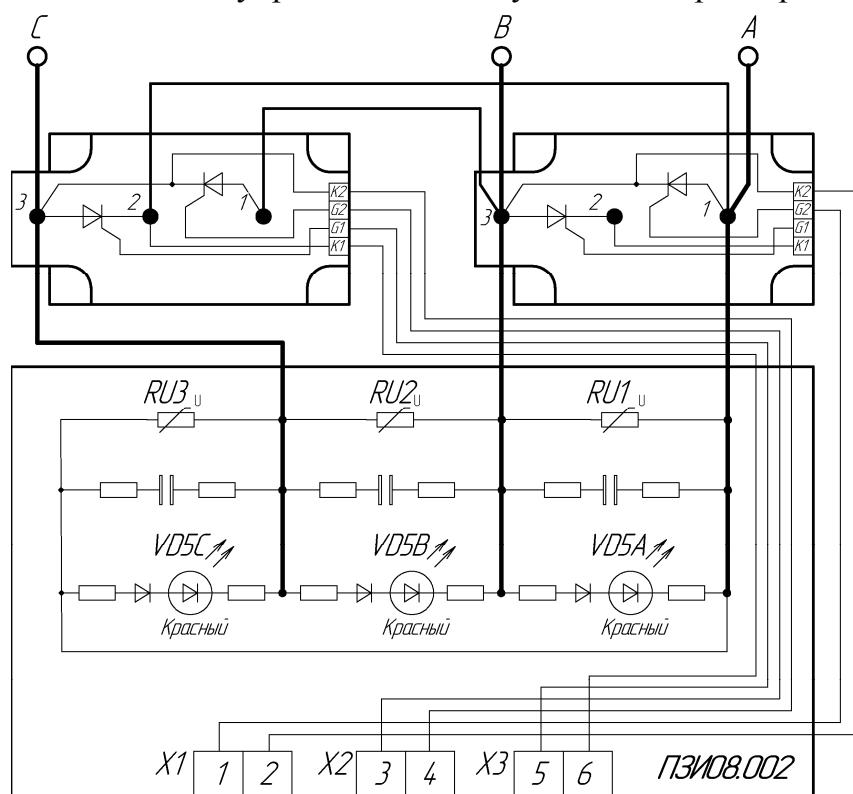

Рисунок 1 – Блок силовой тиристорный БСТ (пример с тиристорами типа МТС300) с защитными цепями и индикацией
3.2 Силовые блоки предназначены для фазового регулирования тока ротора. Конструктивно они одинаковы, отличаются только функциональным назначением и применением тиристоров (блок БСТ – рисунок 1). Тиристоры включены по схеме треугольника и каждый из них включается при подаче управляющего импульса с ПУ. Силовые контакты блока подключаются к соответствующим выводам токоограничивающего сопротивления.
На силовых блоках (см. рисунок 1) – индикация исправного состояния тиристоров красные светодиоды – ярко светят при отключенных тиристорах.